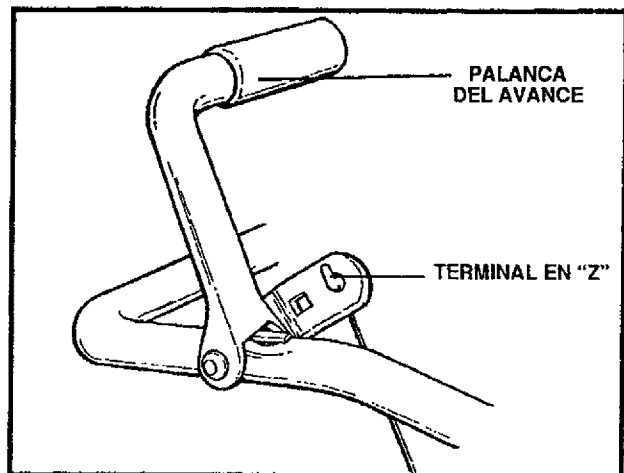

FIG. 3
**NOTA:** Si los cables de las palancas del embrague están desconectados, instáelos de nuevo como lo ilustran las FIGS. 3 y 3A.